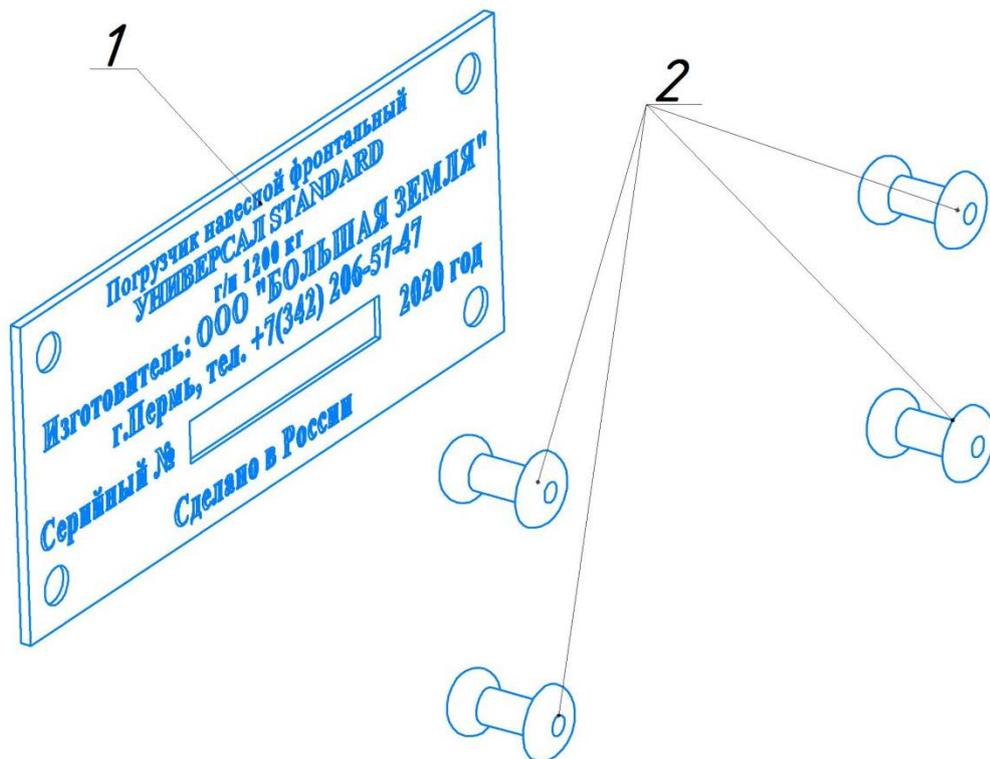

Рис. 3.10 - БЗ- Р.00.980 Установка шильдика
3.10. Состав установка шильдика БЗ- Р.00.980 приведен на рис. 3.10 и в таблице 3.10.